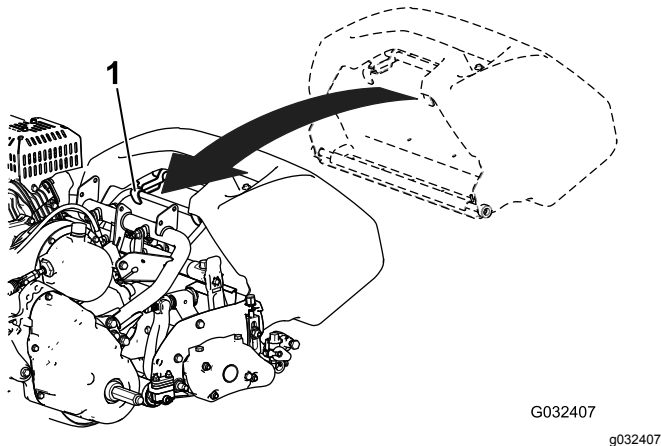

Рисунок 11
1. Возьмите травосборник за рукоятку (Рисунок 11).
2. Вставьте край травосборника между боковыми пластинами режущего блока и над передним валиком (Рисунок 11).
3. Зацепите крюки травосборника за петлю рамы (Рисунок 11).